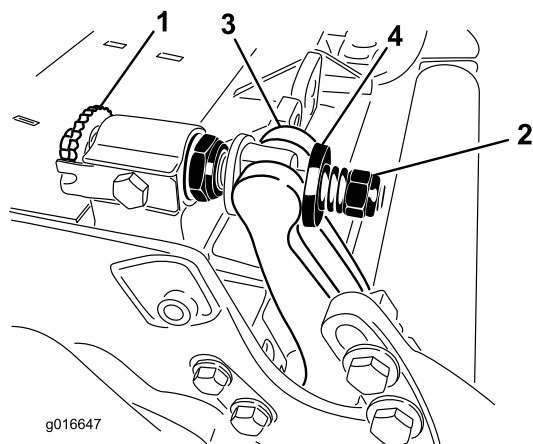

Рисунок 29
1. Поворачивайте регулировочные винты планки неподвижного ножа против часовой стрелки, чтобы отодвинуть неподвижный нож от барабана (Рисунок 29).
- Отвинчивайте гайку натяжения пружины до тех пор, пока шайба больше не будет нажимать на планку неподвижного ножа (Рисунок 29).